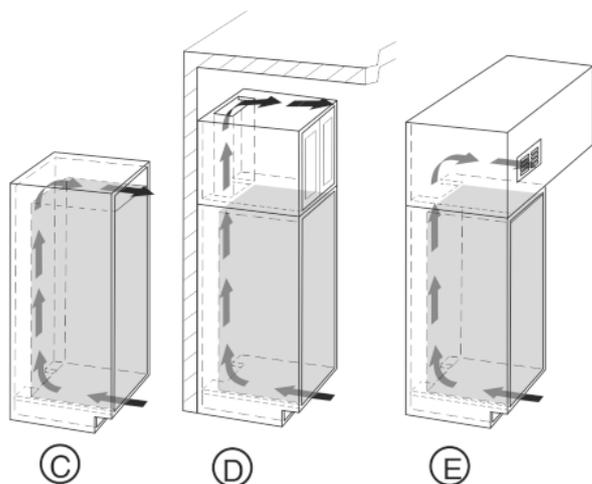

Fig. 4
- Gornji ventilacijski presjek može se izvesti ili izravno iznad uređaja s opcionalnom ventilacijskom rešetkom Fig. 4 (C), u blizini stropa iznad namještaja Fig. 4 (D) ili kao otvor za odlazni zrak u međustrop Fig. 4 (E).